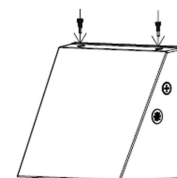

Fig. 1.5
7. Serrer les deux vis sur le dessus du luminaire pour terminer l'installation (Fig. 1.5).